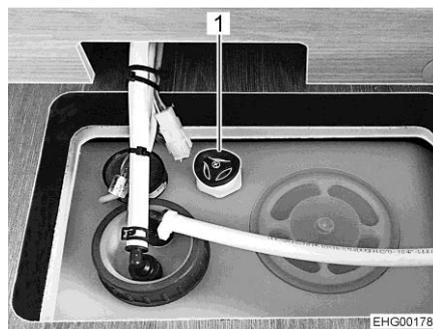

Fig. 143 Depósito de agua con tirador giratorio
- Girar el tirador giratorio (Fig. 143,1) del depósito de agua en sentido contrario a las agujas del reloj sobrepasando la resistencia, para abrir el orificio de salida completamente.